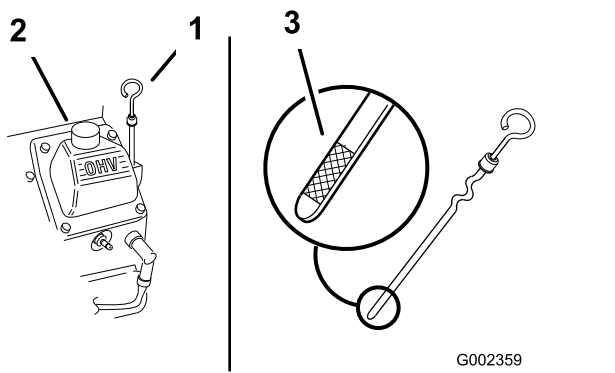

Рисунок 17
3. Очистите поверхность вокруг масломерного щупа (Рисунок 17), чтобы загрязнения не попали в заливное отверстие и не повредили двигатель.
4. Выверните масломерный щуп и на чисто протрите его конец (Рисунок 17).
5. Вставьте масломерный щуп в заливную горловину до упора, но не заворачивайте в нее (Рисунок 17).
6. Медленно залейте приблизительно 80% указанного количества масла в заливную горловину (Рисунок 17).